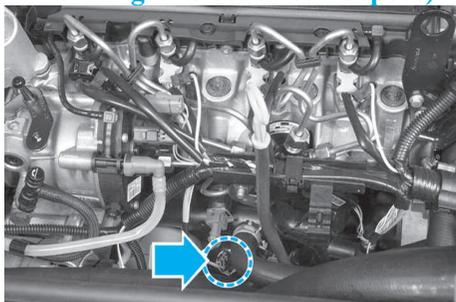

fig.10
- Sonde vissée verticalement à l'avant sur le bloc-cylindres, au centre de celui-ci, à gauche de l'échangeur eau / huile (fig.10).